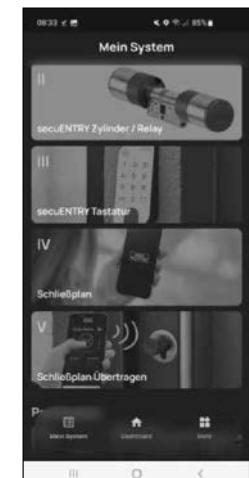

Afb. 2
- ③ Tik op uw gebruikersnaam of op de eerste gebruiker als u er meer dan één hebt aangemaakt. (Afb. 2).